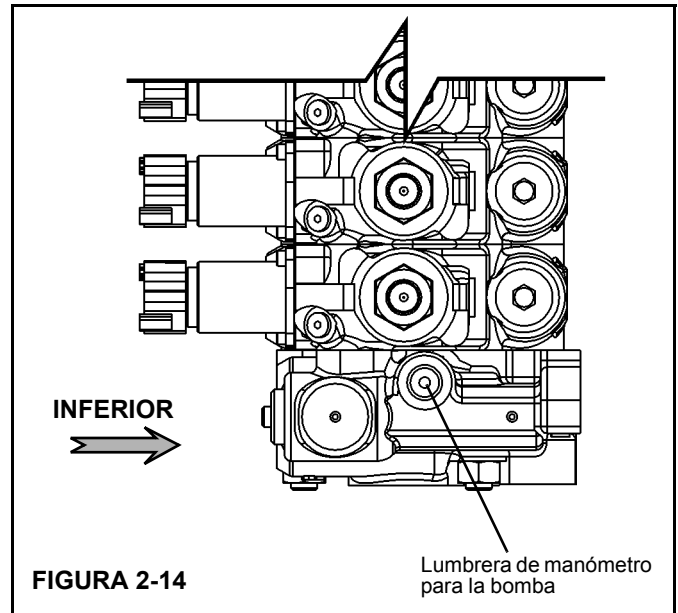

FIGURA 2-14
5. Instale un manómetro en la lumbrera de manómetro para la bomba en la DCV (válvula de control de sentido) (Figura 2-14).
- a. Instale un manómetro en la lumbrera de la bomba en la DCV (Figura 2-14).